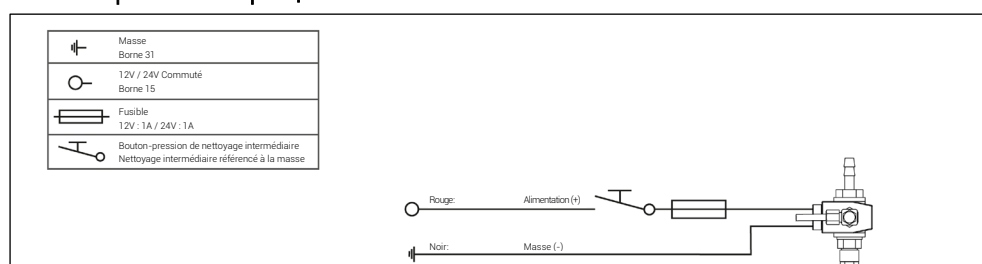
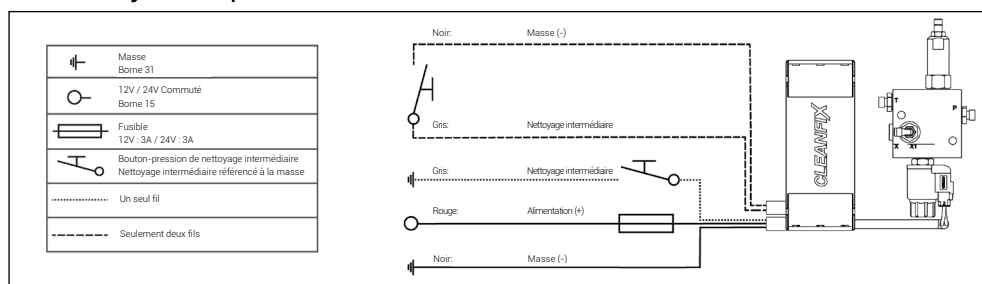

Fig. 62
Fig. 69
Si une alimentation électrique couplée et protégée par fusible (borne 15) dispose d'une alimentation en tension suffisante (voir Fig. 62 - Fig. 69), il est possible d'utiliser celle-ci.
- 40) Raccorder le composant électronique à l'alimentation en tension de la machine (voir Fig. 62 - Fig. 69).